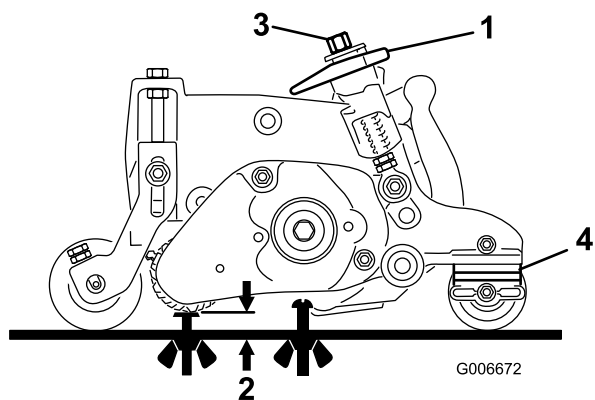

Figura 22
3. Ruotate le leve rapide (Figura 22) in posizione di innesto (maniglia rivolta alla parte anteriore dell'apparato di taglio). **Per impostare la barra di riferimento consultate la tabella dei range di altezze di taglio (HOC) e di grooming (HOG) consigliati.**
4. Da un lato del cilindro grooming, misurate la distanza tra la punta inferiore della lama grooming e la superficie di lavoro (Figura 22). Girate la manopola di regolazione dell'altezza (Figura 22) per sollevare o abbassare la punta della lama grooming all'altezza opportuna.